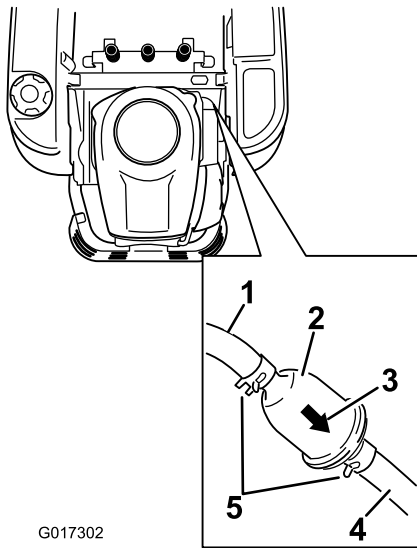

Figura 35
3. Levante el asiento y localice el filtro de combustible, según se muestra en Figura 35.
4. Apriete los extremos de las abrazaderas y deslícelas por el tubo alejándolas del filtro (Figura 35).
6. Instale un filtro nuevo – la flecha que indica el sentido de flujo debe apuntar hacia el motor. Acerque las abrazaderas al filtro (Figura 35) para sujetar éste.